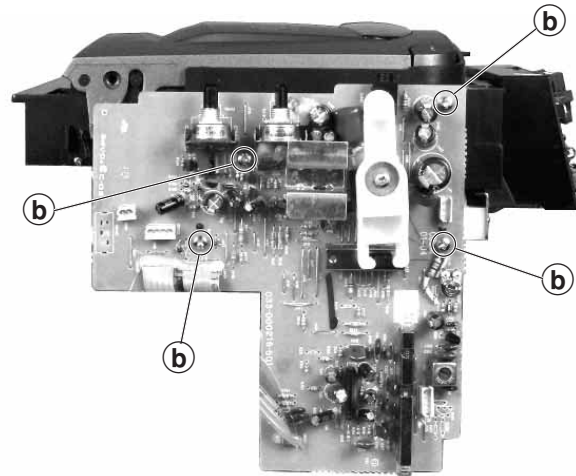

Fig. 8
- 4 Schrauben **b** herausdrehen (Fig. 8) und Audioplatte abnehmen.
- Undo 4 screws **b** (Fig. 8) and remove the audio PCB.